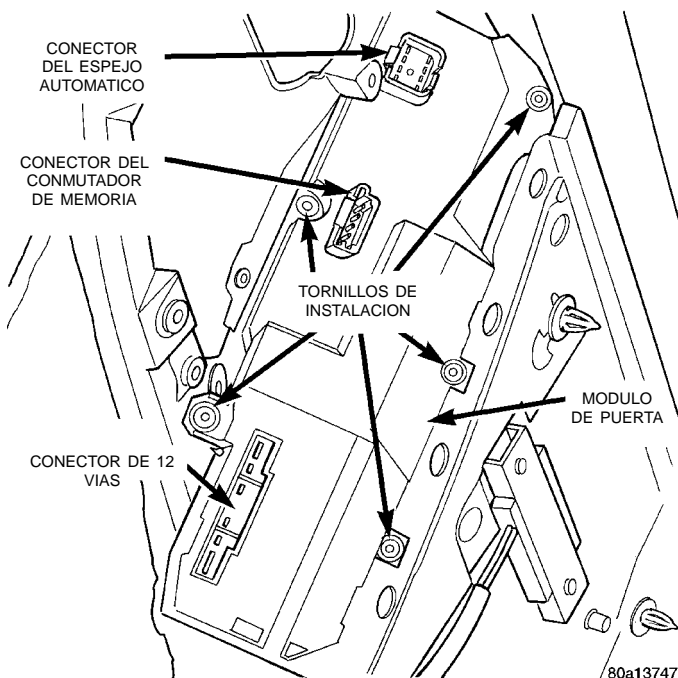

Fig. 3 Desmontaje/instalación del módulo de puerta
(8) Desenchufe los conectores de cableado del módulo de puerta y la luz de cortesía de la puerta, si el vehículo la tiene instalada.
(9) Retire los cinco tornillos que sujetan el módulo de la puerta al panel tapizado de la puerta (Fig. 3).
(10) Retire el módulo de la puerta del panel tapizado.
(11) Para la instalación, invierta los procedimientos de desmontaje.